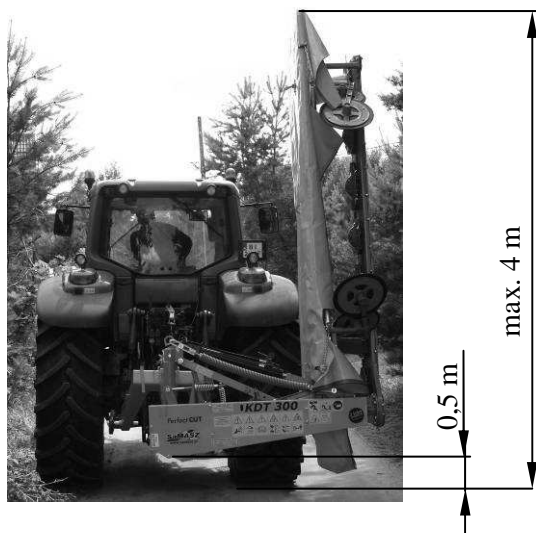

Fig. 10. Position de transport
- ❑ lever la faucheuse avec le relevage hydraulique du tracteur de sorte que les pitons d'attelage se trouvent à une hauteur minimale de 50 cm au-dessus du sol (**Fig. 10**),
- ❑ Abaisser la faucheuse par le relevage du tracteur, jusqu'à ce que les pitons d'attelage de la faucheuse se trouvent à une hauteur minimale de 0,5 m au-dessus du sol (**Fig. 10**).